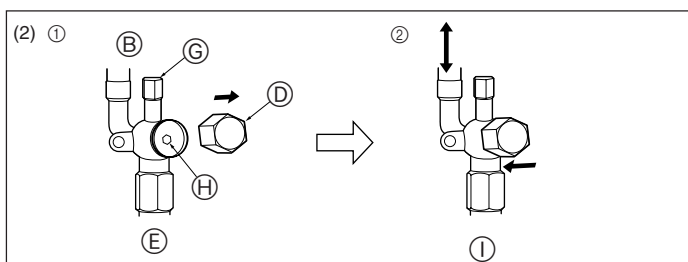

Fig. 4-7
- 2 Lado do líquido (Fig. 4-7)